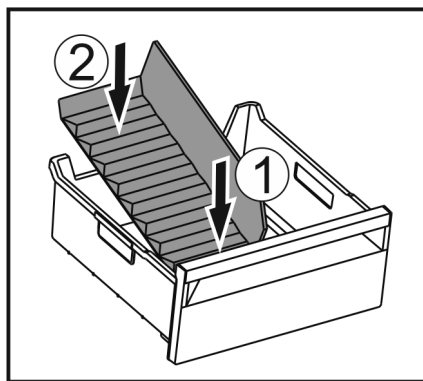

Fig. 177
- Vložte přední část přepážky přihrádky na led. Fig. 177 (1)
- Zadní část přepážky přihrádky na led spusťte až na dno zásuvky. Fig. 177 (2)